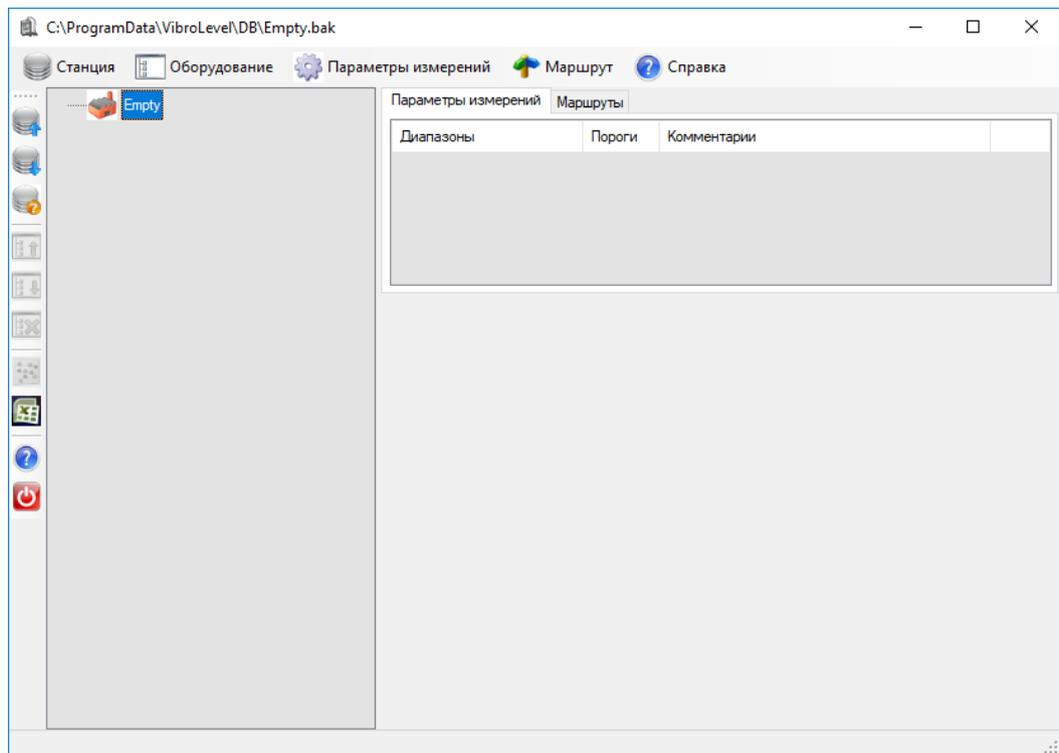

Рисунок 4.1.3
3. Дождаться появления окна интерфейса, рисунок 4.1.3